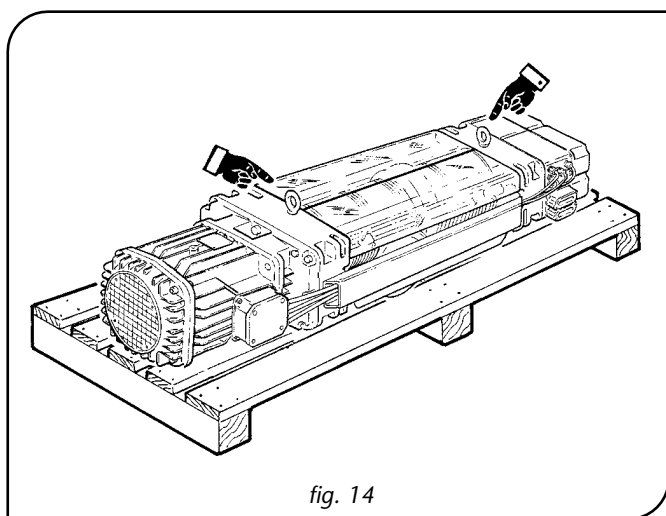

fig. 14
1. Il paranco DRH è sempre dotato di golfari di movimentazione, ubicati nella parte superiore delle flange portanti, che ne consentono la presa tramite un accessorio di sollevamento (imbracatura a due tiri di catena o di fune) dotato di idonei ganci o grilli (fig. 14).
Qualora il paranco debba essere rimosso dal pallet occorrerà utilizzare i golfari e l'apparecchio di sollevamento come descritto ed illustrato al punto (A - 1) - (fig. 14).
L'estrazione del paranco dalla cassa o dalla gabbia dovrà invece avvenire esclusivamente con l'utilizzo di un apparecchio di sollevamento/accessorio di sollevamento/golfari del paranco, come descritto ed illustrato al punto (A - 1) - (fig. 14).